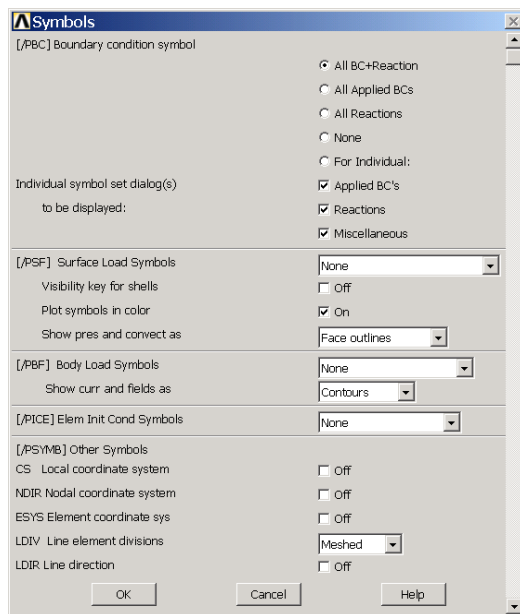

图5.3 【Symbols】对话框
- （1）单击【Utility Menu】|【PlotCtrls】|【Symbols】菜单，将弹出如图 5.3 所示的对话框。